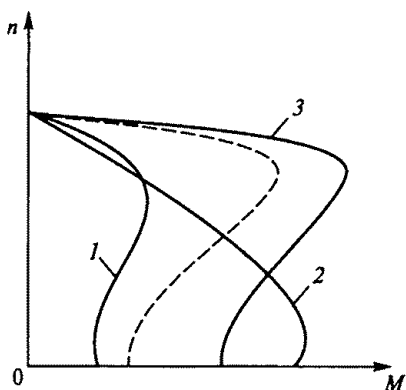

Рис. 220
9.35. Естественная механическая характеристика асинхронного двигателя показана на рис. 220 штриховой линией. Указать, какой вид (1...3) будет иметь характеристика двигателя при напряжении на обмотках его статора меньше номинального.